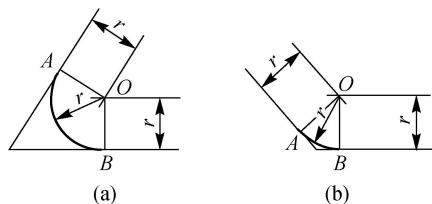

图 1-19 相切划法
(1) 圆弧与两相交直线相切划法。如图 1-19 所示, 先划出两已知相交直线, 锐角如图 1-19(a), 钝角如图 1-19(b), 再以相切圆半径 r 为距离作两条平行于已知相交直线的线条。其交点 O 就是相切圆弧的圆心, O 点与已知相交直线的垂足 A 、 B 即为连接切点。